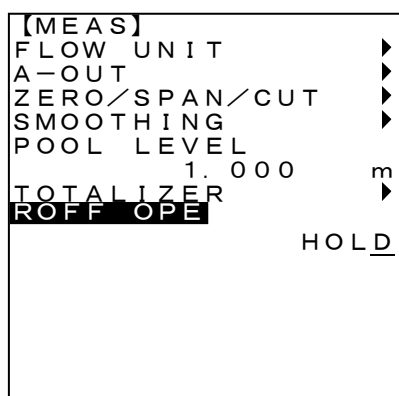

図4-7-13
1. <8/↑><2/↓>キーで” ROFF OPE” にカーソルを移動し<ENT>キーを押します。(図4-7-13)